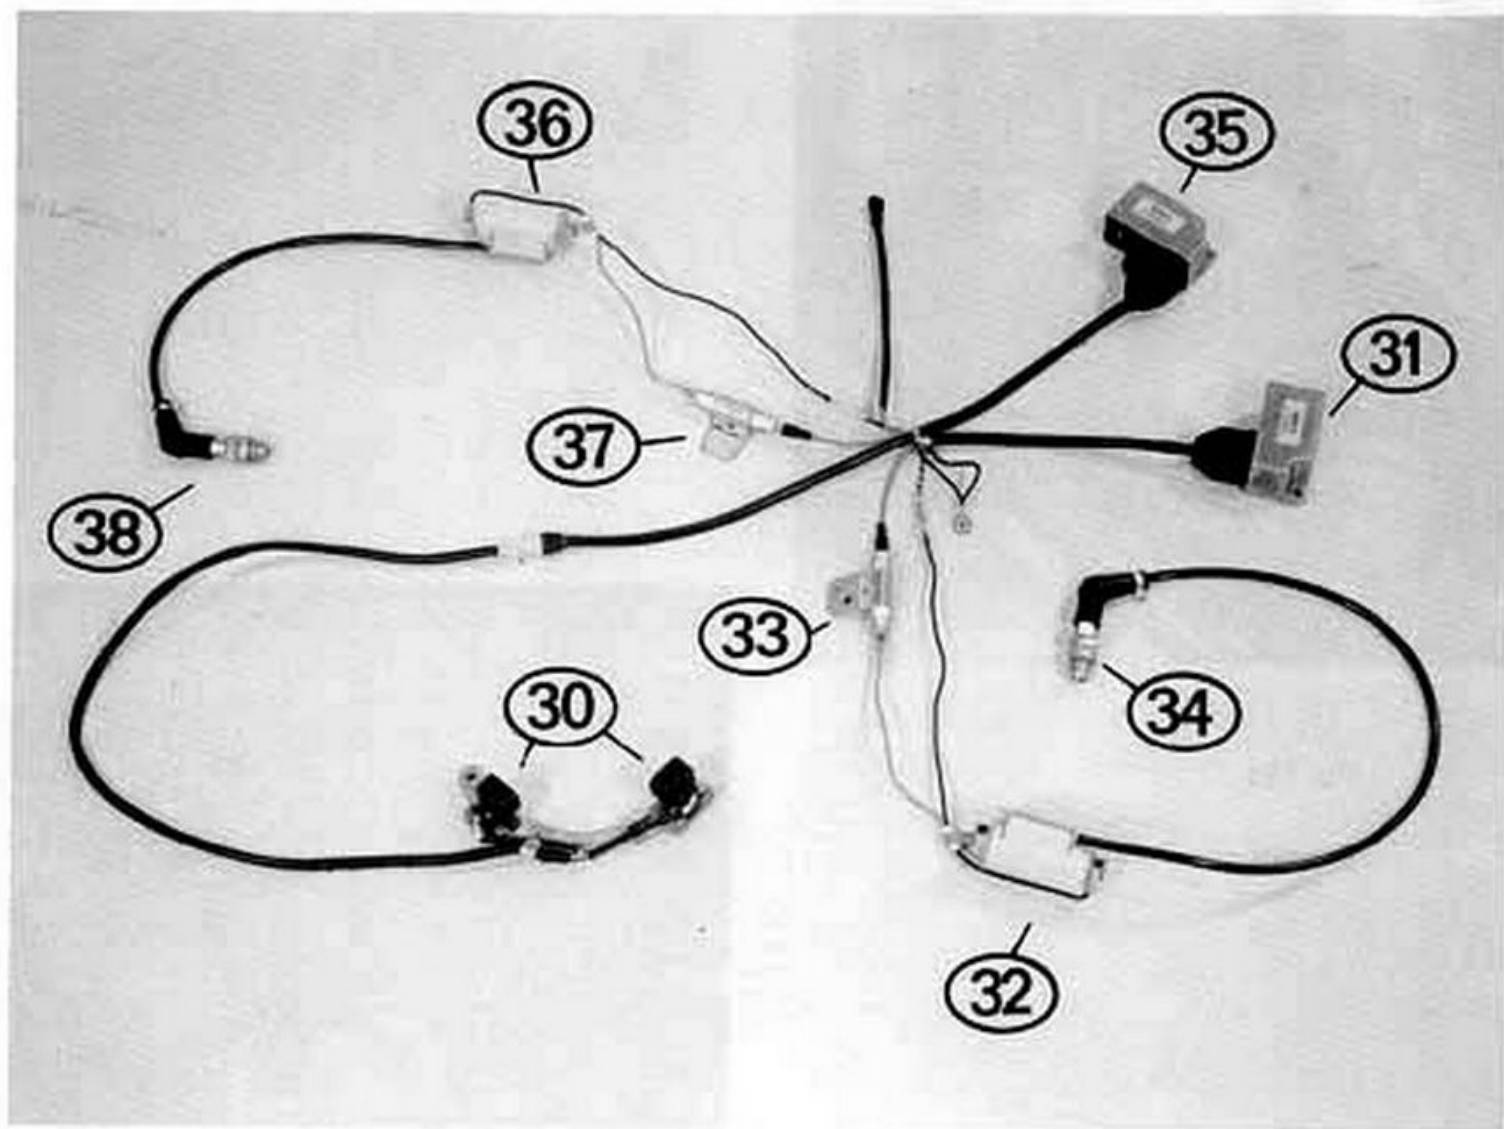

Fig. 135
- Due resistenze (fig. 135)
- two resistors (fig. 135).